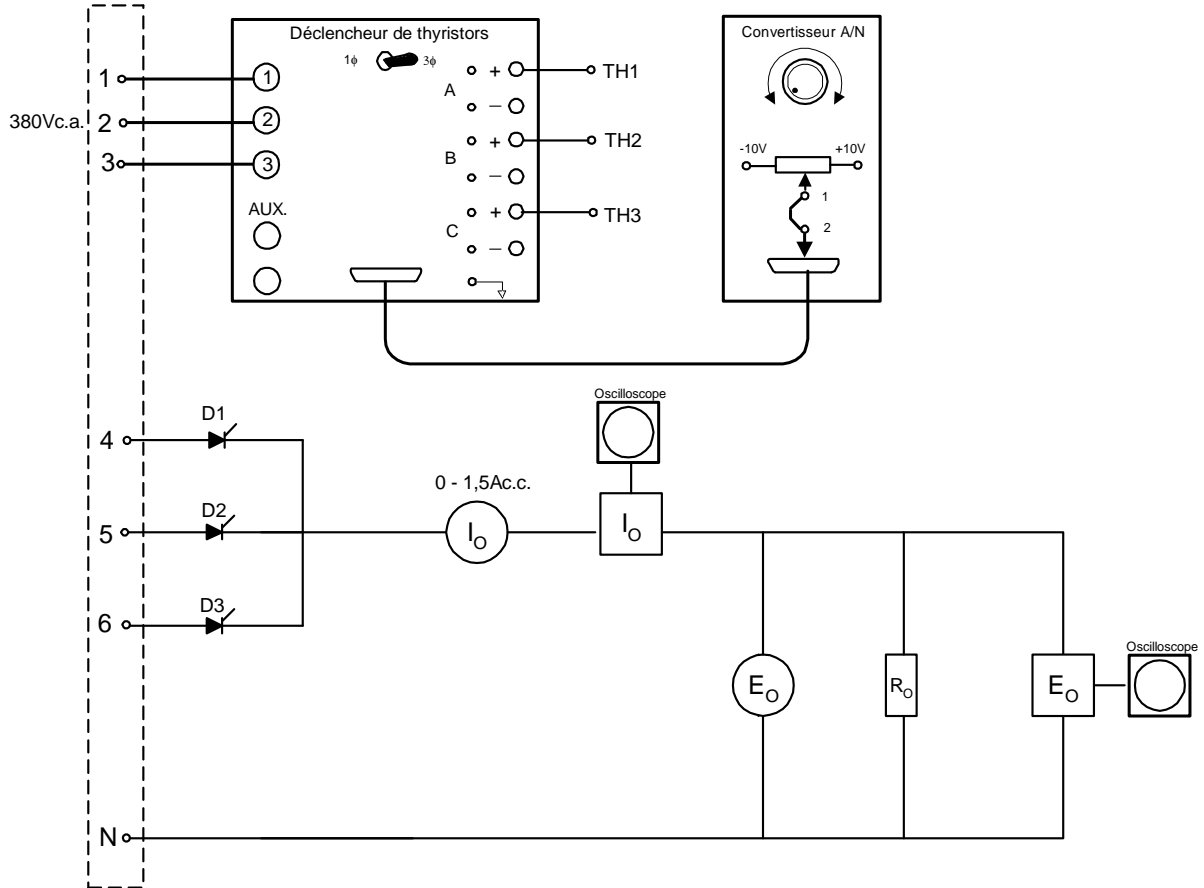

FIGURE 2-6
1. Montez le circuit de la Figure 2-6 en raccordant une charge de 550 ohms.